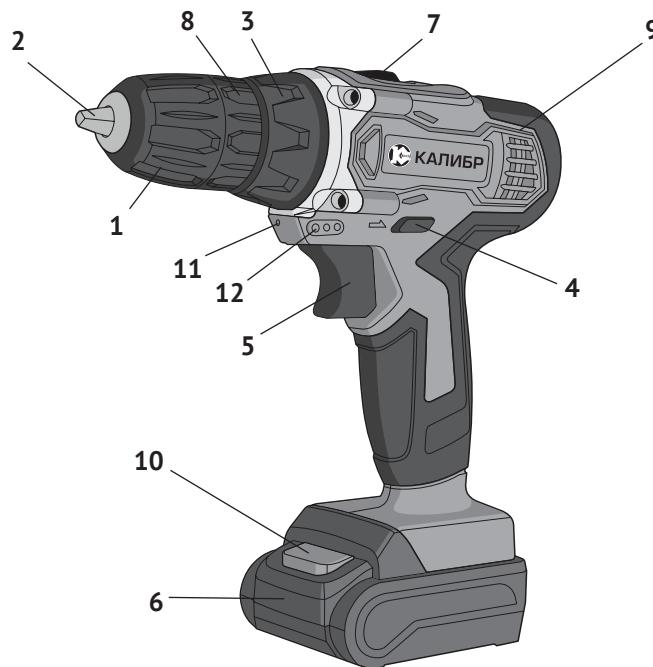

рис. 1
1.6 Общий вид дрели представлен на рис.1
1.7 Механизм дрели расположен в обрезиненном пластиковом корпусе (рис.1 поз.9), состоящем из двух частей: правой и левой. Он состоит из электродвигателя постоянного тока и редуктора с планетарным 2-х скоростным механизмом. В нижней части корпуса, выполненного в форме рукоятки, находится выключатель и разъём для присоединения аккумуляторной батареи.
1.8 Клавиша выключателя (рис.1 поз.5) расположена в передней части рукоятки. При нажатии на клавишу включается двигатель дрели. Усилие, приложенное к клавише, изменяет скорость вращения двигателя. При запуске двигателя автоматически включаются: светодиод (рис.1 поз.11), обеспечивающий локаль-
ную подсветку рабочей области и индикаторы (рис.1 поз.12), отображающие степень заряженности подключённой АБ.
Над клавишей выключателя находится переключатель реверса (рис.1 поз.4), пластинчатой конструкции. В нейтральном положении он выполняет функцию блокиратора клавиши от случайного включения. Стрелками на корпусе дрели, указывается направление вращения патрона.
1.10 В передней части корпуса расположено кольцо регулировки (рис.1 поз.3). Это кольцо фиксирует одну из 19-й, позиций предельного момента затяжки, при работе дрелью, как шуруповёртом, или переключает редуктор в режим сверления – символ «сверло».
**Внимание!** Перед установкой/извлечением аккумуляторной батареи отключить инструмент, установив переключатель направления вращения (рис.1 поз.4) в среднее положение (блокировка клавиши выключателя).
- для извлечения батареи из дрели нажать кнопку фиксации (рис.1 поз.10) аккумуляторной батареи и извлечь её из рукоятки, вытягивая вперёд, к патрону.
- установить переключатель направления вращения (рис.1 поз.4) в положение блокировки клавиши выключателя;
- удерживая кольцо патрона (рис.1 поз.8) одной рукой, другой вращать
переднюю часть патрона (рис.1 поз.1) против часовой стрелки до разведения кулачков патрона (рис.1 поз.2) на расстояние, необходимое для установки рабочего инструмента;
- удерживая кольцо патрона (рис.1 поз.8) одной рукой, другой вращать переднюю часть патрона (рис.1 поз.1) по часовой стрелке до фиксации рабочего инструмента кулачками патрона;
- сдвинуть переключатель направления вращения (рис.1 поз.4) в сторону, нужную для вращения патрона;
- для включения дрели необходимо нажать и удерживать клавишу выключателя (рис.1 поз.5);
- в среднем положении переключатель направления вращения (рис.1 поз.4) блокирует клавишу выключателя, исключая случайное включение дрели;
### 2.2.5 Функции регулировочного кольца (рис.1 поз.3):
На регулировочное кольцо (рис.1 поз.3) нанесены символы: от «1» до «18» - 18 фиксированных положений предельного момента затяжки, символ «-» и символ «дрель». Выставление нужного режима работы осуществляется совмещением соответствующего символа со стрелкой на корпусе дрели.
- выставив ползунком переключателя (рис.1 поз.7) диапазон «1» получаем при низком числе оборотов (400 об/мин) высокий показатель крутящего момента. Этот режим применяется при закручивании шурупов, винтов, саморезов и болтов больших размеров;
- повернуть кольцо регулировки (рис.1 поз.3) в положение «сверло»;